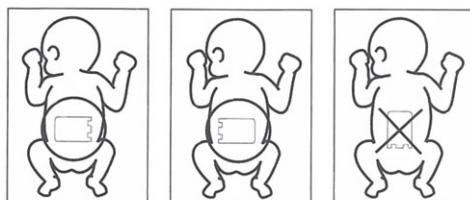

図 2
- 対極板の貼付部位は、手術部位に近く通電性の良い部位（大腿部前面等）を選択する。貼付方向は手術部位に対して長辺が垂直になるように貼付すること。腕または脚部に使用する場合は、図1○印の様に身体に対して横向きに貼付すること。やむを得ず下側に貼付する場合（小児や乳幼児に使用する場合等）は、図2○印の様に身体に巻くように横向きに貼付すること。[貼付方向による貼付面の温度差を少なくするために。]